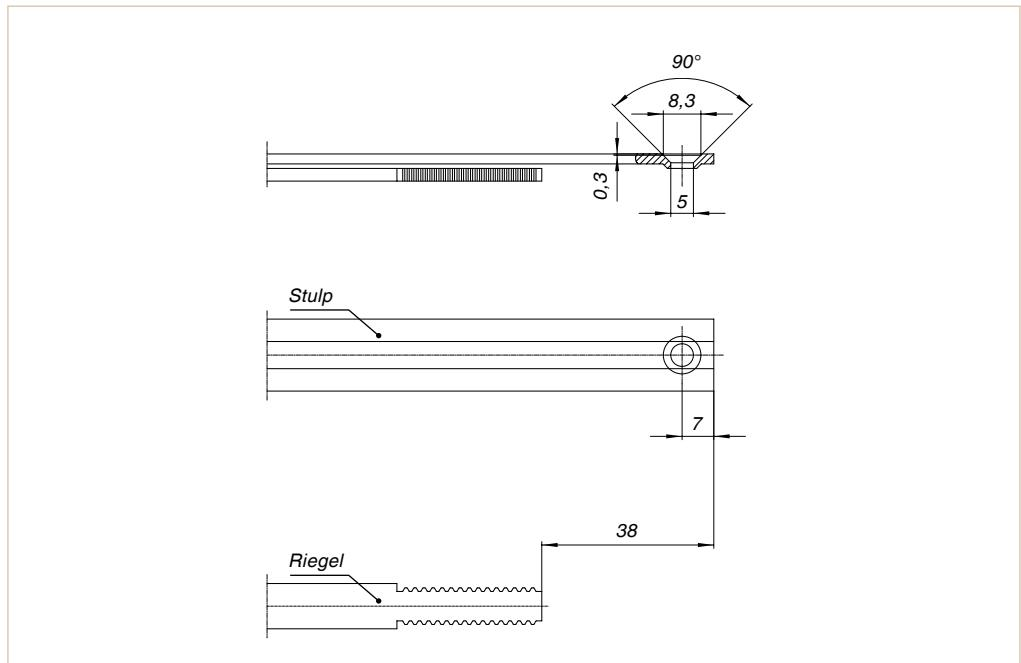

Abb. 1
1. **Mittelverschlüsse ein-teilig** (1) montieren (ab FFB über 1000 mm)*.
2. **Endverschlüsse** (2) montieren (gegebenenfalls mit den Mittelverschlüssen koppeln).
3. **Kantenverschluss mit Kippschere** (3) ablängen und gemeinsam mit den Endverschlüssen verschrauben (ab FFB 1200 mm zwei Kippscheren verwenden).
4. **Kippflügelbänder** (4) montieren (ab FFB 1200 mm oder 60 kg Flügelgewicht drittes Kippflügelband verwenden). **ACHTUNG:** Verklotzung der Fensterscheibe im Bereich der Kippflügelbänder.
5. **Kippscherengehäuse** (5) montieren. Kerbmarke am Kippscherenarm (Abb. 1, (1)) auf den Blendrahmen übertragen, auf diese Markierung das Kippscherengehäuse mit der Kerbmarke montieren (Abb. 1, (2)).
2. Das Sicherungsplättchen am Kippscherengehäuse öffnen und den Scherenarm einhängen (Abb. 1).
3. Den Fenstergriff in die Kippstellung bringen (Abb. 2) und das Sicherungsplättchen wieder schließen (Abb. 1).
1. Beim Aushängen im gekippten Zustand das Sicherungsplättchen öffnen (Abb. 1).